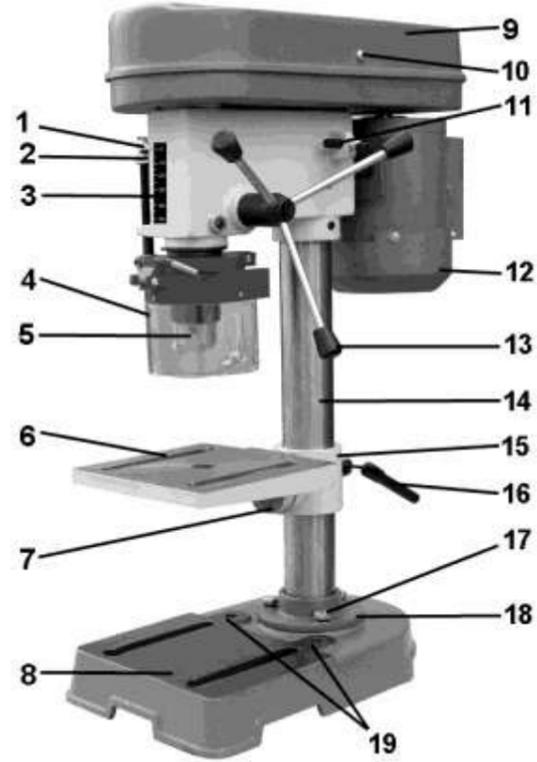
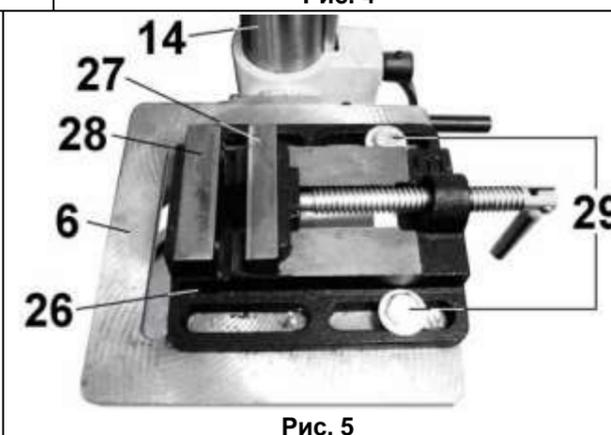

Рис. 2
Рис. 5
6.1. Станок сверлильный вертикальный состоит из следующих сборочных единиц и деталей, Рис.2,3:
Перед использованием станка, его необходимо закрепить на ровной поверхности верстака (рабочего стола) при помощи двух резьбовых соединений (не комплектуются) через отверстия (19) в основании (8), Рис.2. Обязательно используйте при креплении плоскую и пружинную шайбы на каждый болт (не комплектуются).
- Установите на ровную прочную поверхность верстака основание (8) станка, Рис.2.
- Установите на основание (8) колонну (14), Рис.2 и закрепите опору (18) колоны (14) тремя прилагаемыми болтами (17), Рис.2.
- Установите рабочий стол (6) на колонне (14), положение зажимной муфты (15) закрепите ручкой фиксации (16), Рис.2.
- Установите ручки подачи (13), Рис.2,4.
- Установите сверлильный патрон (5), Рис.2, на шпиндель станка, (предварительно необходимо удалить с его
- поверхности смазку, а также очистить от смазки внутреннюю посадочную поверхность сверлильного патрона (5), Рис.2). Закрепите сверлильный патрон (5), Рис.2, на шпинделе легким ударом через деревянный брусок, кулачки сверлильного патрона (5) при этом должны быть сведены.
- Установите и закрепите защитный экран (4) на посадочное место.
- Установите на рабочий стол (6) тиски (26) и зафиксируйте их положение специальными болтами (29), Рис.5, (не комплектуются).